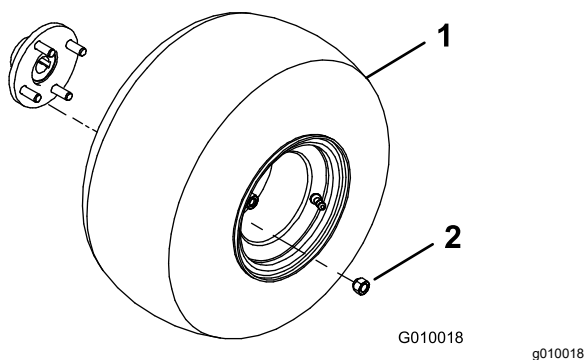

図 3
2. 後ホイールハブにホイールアセンブリを取り付ける 図 3。
3. ラグナット 図 3を取り付けて、61-75 N·m(6.2-7.6 kg·m=45-55 ft·lb)にトルク締めする。